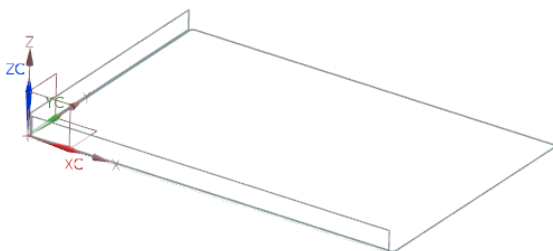

图 2-33 创建弯边特征 2
(5) 在“弯边”对话框中, 单击  按钮, 创建弯边特征 2, 如图 2-33 所示。